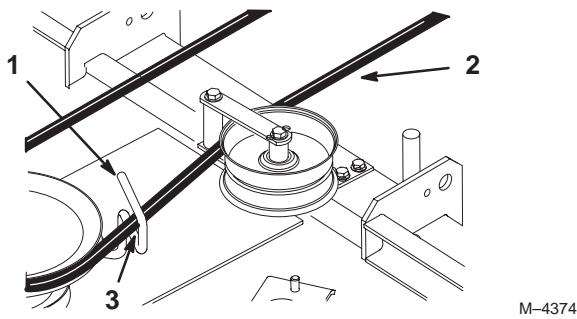

Figure 66
11. Pivotez le guide-courroie à l'arrière de la tondeuse pour l'éloigner de 3-7 mm (1/8-1/4") du côté vertical de la courroie de PdF (Fig. 66).